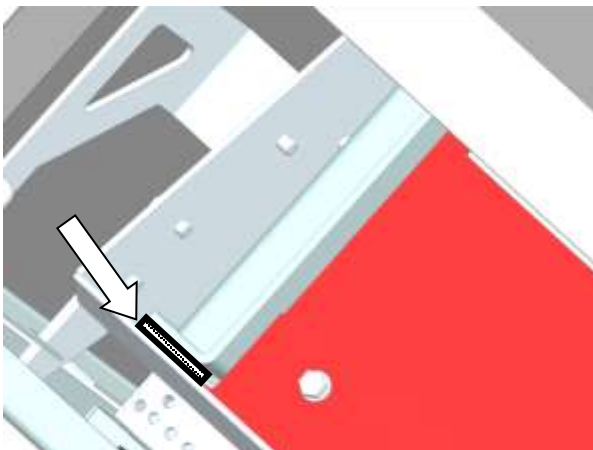

Abb. 69: Soll- Position Dichtschnur links
**Achtung:** Beim Zusammenbau des Gerätes darauf achten, dass die Dichtschnüre in den Spalten links und rechts fest sitzen (Abb. 69).